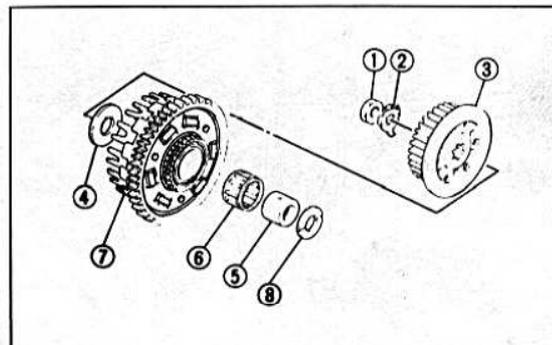

Bild 182
- Den Kupplungskorb mit Nabe und Nadellager entnehmen (Bild 182).